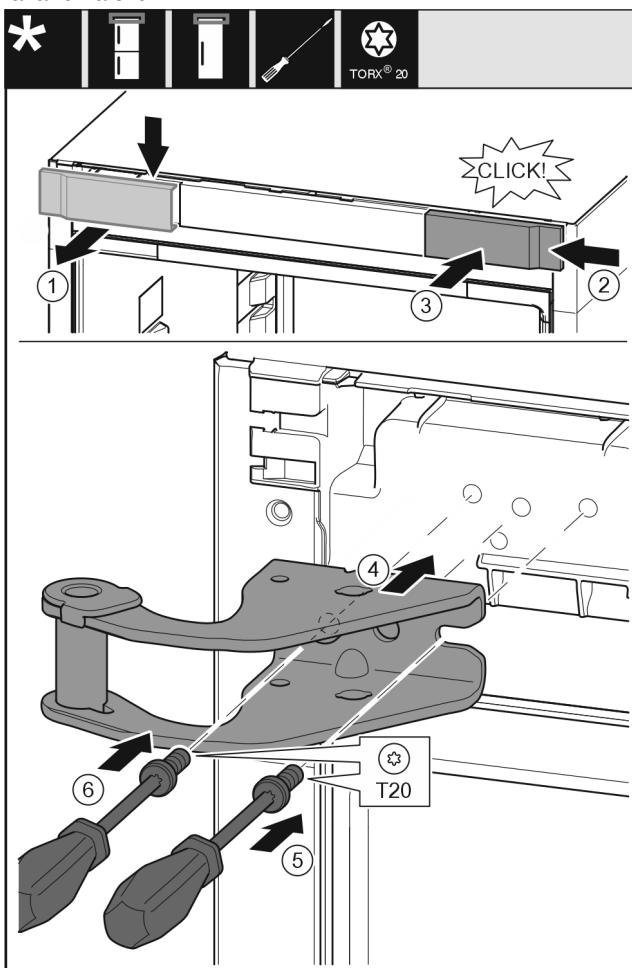

Fig. 19
- Skinite pokrov odozgo prema naprijed. Fig. 19 (1)
- Objesite pokrov okrenut za 180° na drugoj strani s desne strane. Fig. 19 (2)
- Pustite da pokrov uskoči. Fig. 19 (3)
- Postavite gornji podložak ležaja. Fig. 19 (4)
- Odvijačem T20 umetnите i pritegnite vijak. Fig. 19 (5)
- Odvijačem T20 umetnите i pritegnite vijak. Fig. 19 (6)